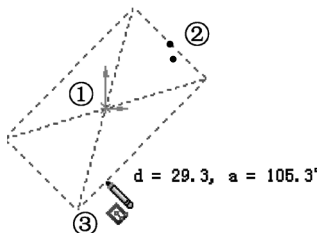

图 2-24 3点中心矩形
- **3 点中心矩形：**通过矩形中心点和两个角点绘制矩形。单击此按钮后，在绘图区单击确定矩形中心点的位置，再移动鼠标从该点处产生一跟踪线，该线确定矩形的一半长度，在合适位置处单击确定第 2 点，然后沿与该线垂直的方向移动鼠标调整矩形另一边的长度，单击确定第 3 点即可，如图 2-24 所示。